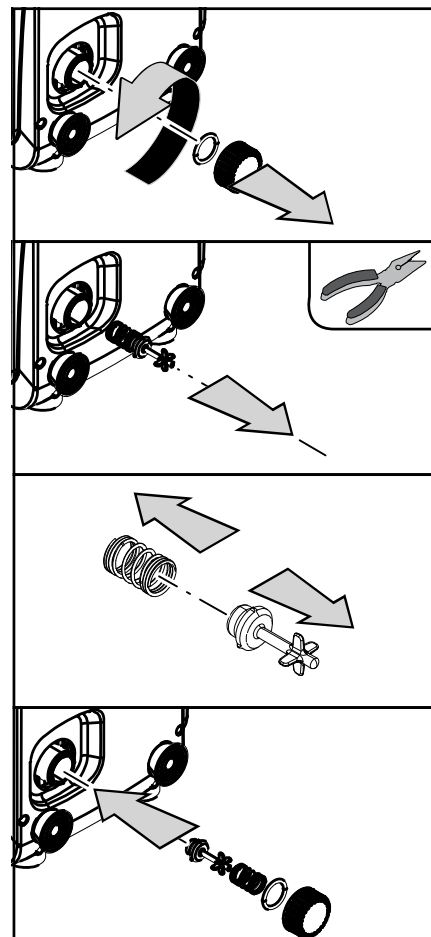

Fig. 19
3. ta oavsett bort avtappningspluggen på sidan E. Se till att O-ringens inte kommer bort (Fig.19);